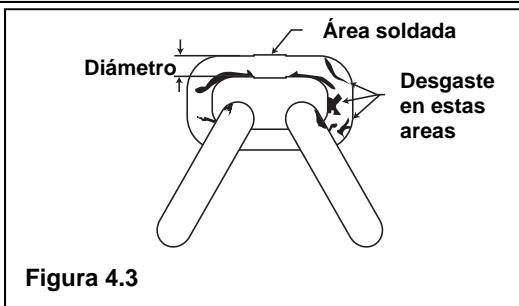

Figura 4.3
- Paso 2. Añada la carga a la grúa y active el compensador hacia arriba y hacia abajo. La cadena debe enrollarse y desenrollarse con facilidad en el compensador. Si la cadena de carga salta, se atasca o produce ruidos, inspeccione cada eslabón en busca de torceduras, grietas en la zona de soldadura o apoyo, canaletas y muescas transversales, salpicaduras de soldadura, picaduras de corrosión, estriado, desgaste general incluyendo las superficies de rodamiento entre los eslabones y la disminución del diámetro de los eslabones (ver Figura 4.3).